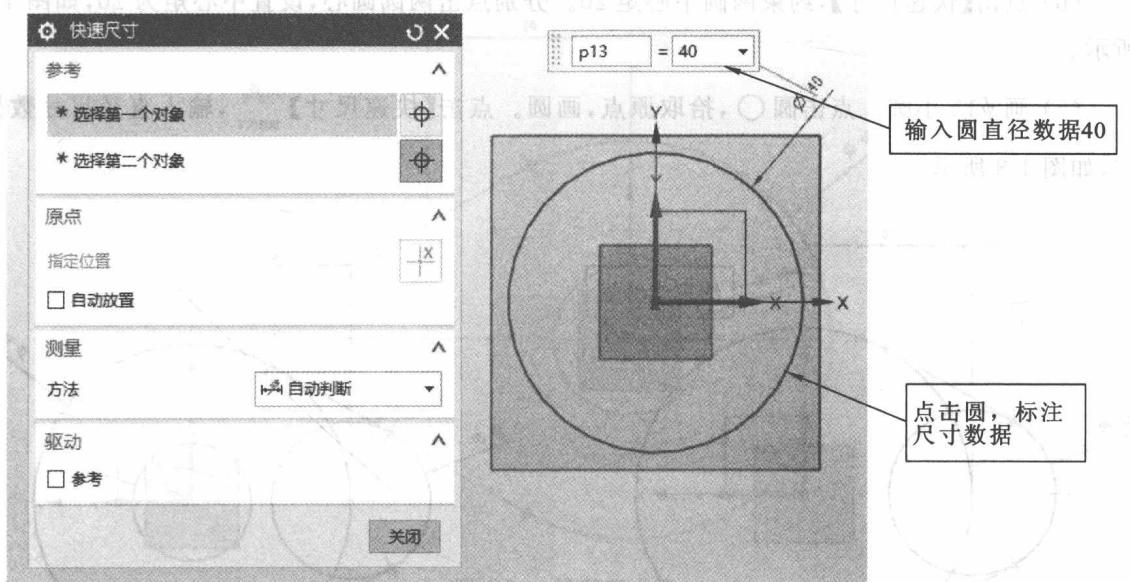

图 1-4 【快速尺寸】对话框
- (3) 点击圆 ，鼠标拾取原点，点击，绘制任意尺寸圆，点击【快速尺寸】，点击圆，输入数据 40(本书单位默认为毫米)，如图 1-4 所示。